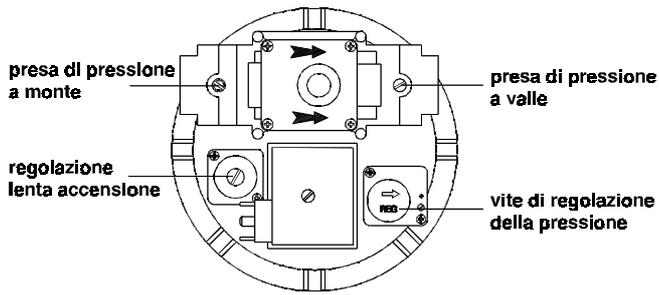
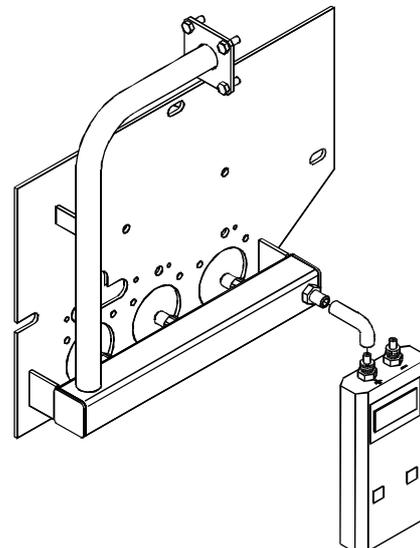

fig. 23
fig. 28
- Inserire uno strumento di misurazione della pressione, in "mbar", nella presa di pressione a valle della valvola gas (vedi fig. 23), oppure nella presa di pressione **4** posizionata sul collettore del bruciatore (vedi fig. 28).